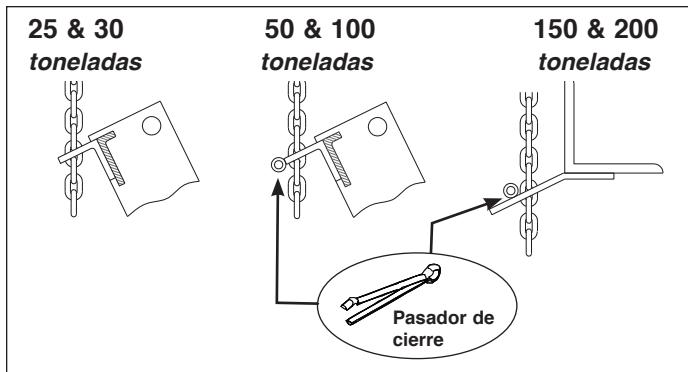

Figura 6. Colocación del gancho de elevación en la cadena
2. Deslice la cadena en el gancho de elevación en el banco de la prensa como se muestra en la Figura 6. Instale el pasador de cierre (solo para los modelos de 50, 100, 150 y 200 toneladas).